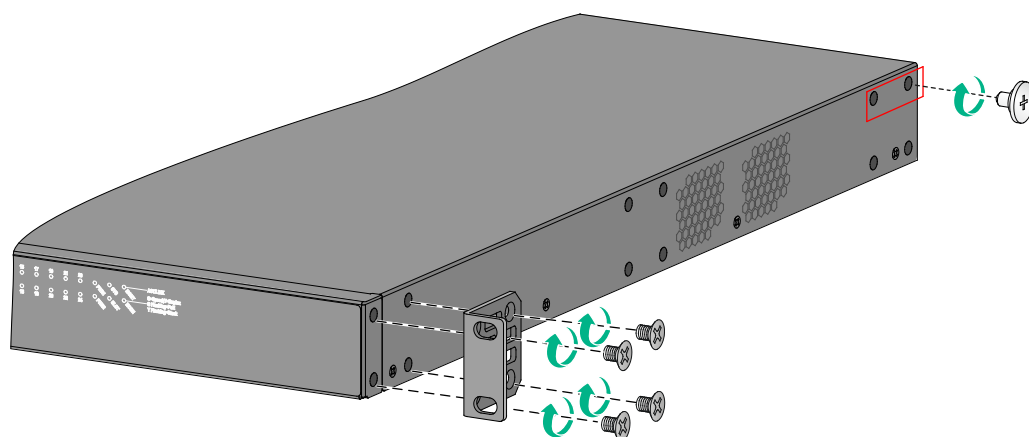

図 8-7 フロント側フランジとリア側フランジ用ネジの取り付け位置
- 4) リア側フランジ用ネジを装置に取り付けてください。ネジの取り付け位置は図 8-7 を参照してください。